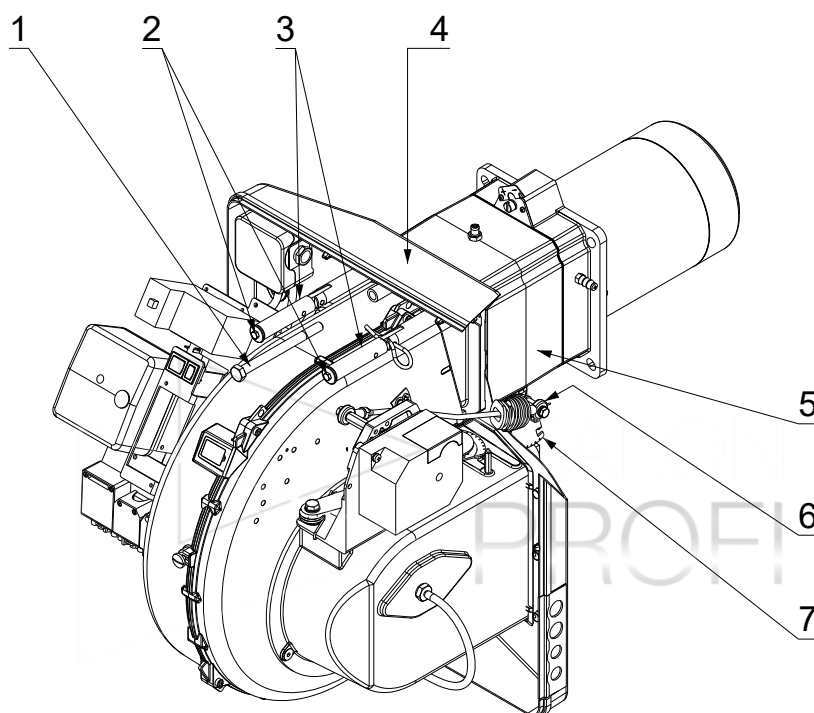

Рис. 17
- Установите горелку (4) (рис. 17) обратно на направляющие (3) (рис. 17) на расстоянии приблизительно 100 мм от соединительной муфты (5) (рис. 17).
- Вставьте провод датчика и провод электрода, после чего сдвиньте горелку до муфты, горелка окажется в положении, как показано на рисунке (17).
- Установите винты (2) обратно в направляющие (3).
- Вставьте обратно шплинт в одну из направляющих (3) (для RS50).
- Закрепите горелку на соединительной муфте с помощью винта (1).
- Наденьте шарнирное соединение (6) на градуированный сектор (7).